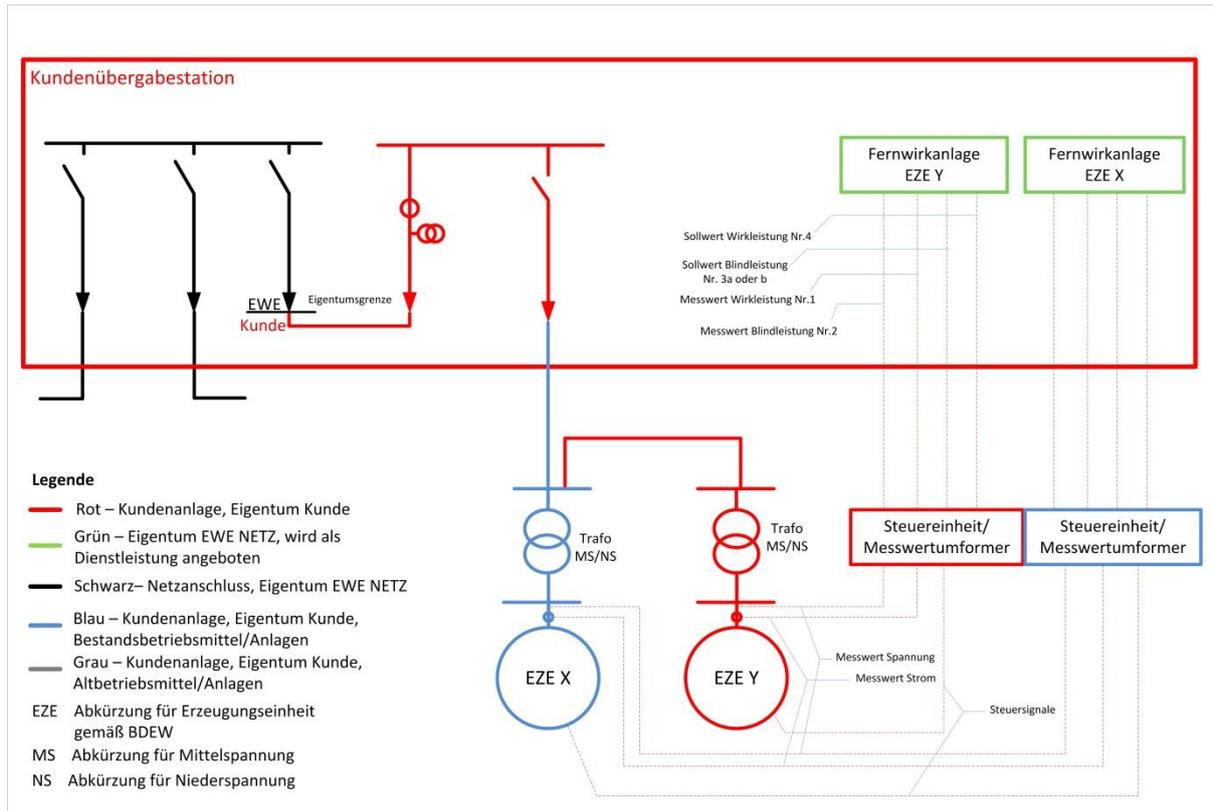

Bild 16: Signalübertragung bei einer Erweiterung einer Bestandsanlage mit zwei Erzeugerarten
**Hinweis Bild 16:** Bei einer Energieart erfolgt die Regelung über eine FWA unter Berücksichtigung der Bedingungen von Seite 14.